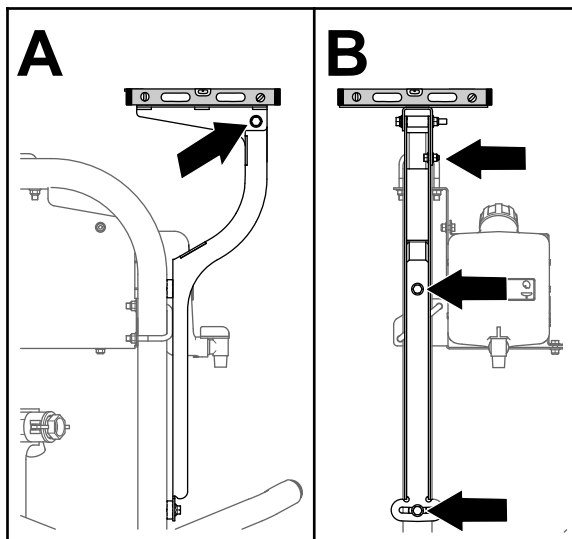

Figure 154
3. Mettez le socle du récepteur de niveau à droite et à gauche (Figure 154).
5. Mettez le socle du récepteur de niveau à l'avant et à l'arrière (Figure 154).